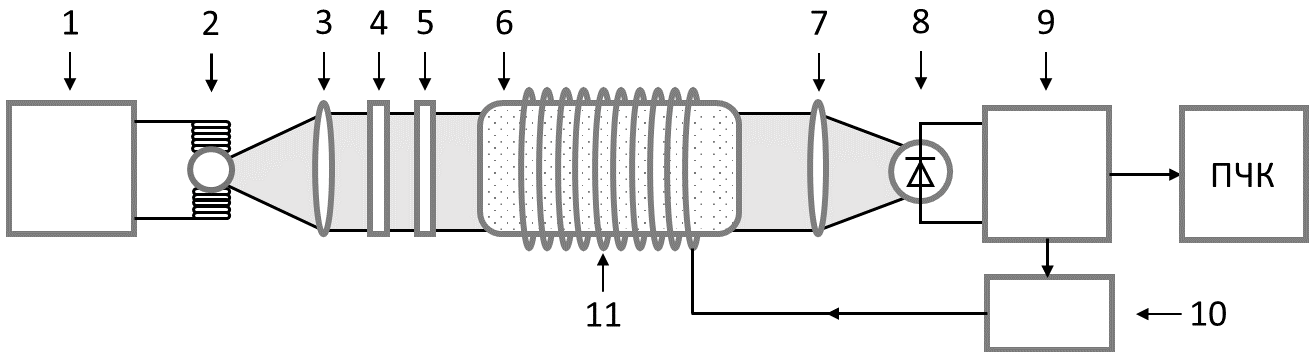

Рисунок 2 – Функциональная схема магнитоизмерительного преобразователя SmartQuantumMag
В МВС в качестве магниточувствительного элемента применен квантовый самогенерирующий преобразователь, действующий на принципе оптической накачки паров атомов цезия-133. Его функциональная схема (Рисунок 2), включает в себя блок возбуждения света (1), спектральную лампу (2), собирающую линзу (3), оптический фильтр (4), круговой поляризатор (5), ячейку с парами атомов цезия-133 (6), собирающую линзу (7), фотодиод (8), усилитель сигнала (9), фазовращательную цепь (10) и РЧ катушку (11).